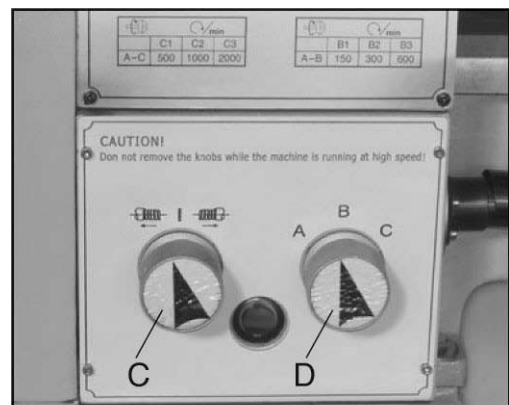

Fig. 12
3. Sélection de sens de rotation (Fig. 12, C)
4. Sélection de plage de vitesse (Fig. 12, D)